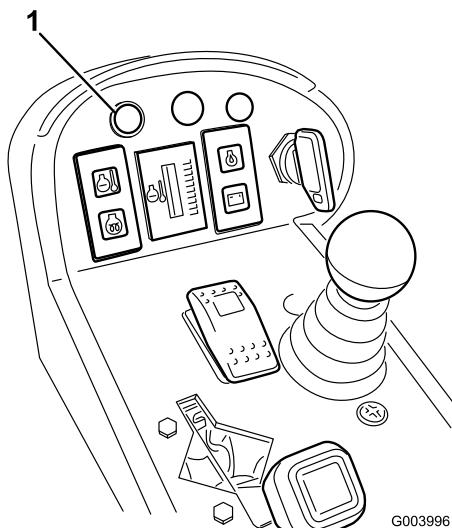

Figura 39
- Retire e substitua o filtro (Figura 39).